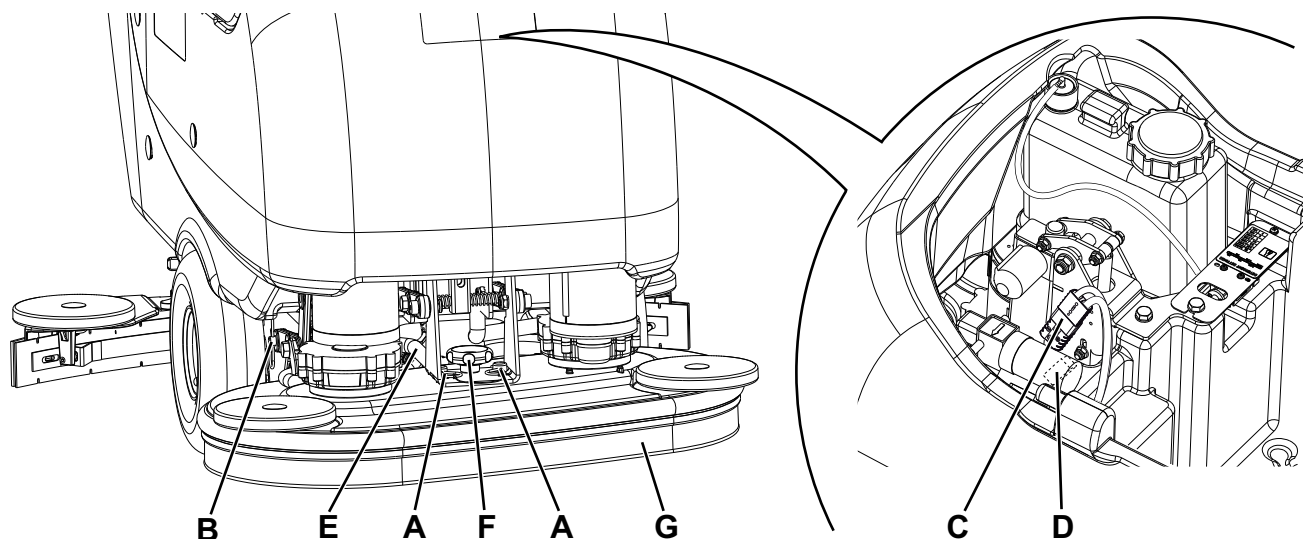

Рис. 7
3. Поверните ключ зажигания (80) в положение «I».
4. Опустите платформу щетки/держателя прокладки, нажав переключатель (71).
5. Поверните ключ зажигания (80) в положение «0».
6. Удалите предохранительные штифты (А, Рис. 7) и [только в случае платформы (18) щетки/держателя прокладки] монтажный штифт (В).
7. Откройте крышку (22) и проверьте, что бачок для отработанной воды (21) пуст, иначе опорожните его с помощью сливного шланга (16). Закройте крышку (22).
8. Возьмитесь за ручку (41) и осторожно поднимите бачок (40), чтобы добраться до электрического разъема платформы.
9. Рассоедините красный разъем (С) и (только в случае платформы для цилиндрической щетки) белый разъем (D).
11. Открутите монтажный маховик (F), затем снимите платформу щетки/держателя прокладки (G).
- Если установлена платформа (19) цилиндрической щетки, необходимо подключить разъем (D).
- Если установлена платформа (18) для щетки/держателя прокладки, закрепите рычаг с помощью штифта (В).